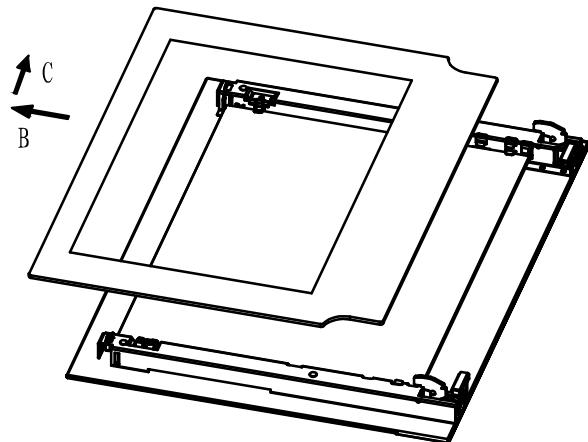

Рис.12-2
2. Медленно снимите внутреннее стекло. (Рис.12-2)